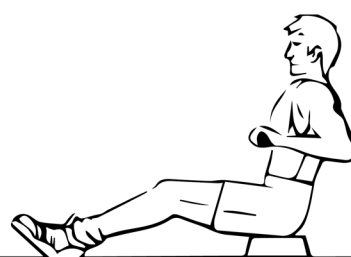

Fig. 3
4. Continuate questo movimento fino a quando non vi piegherete leggermente all'indietro. Portare le braccia ai fianchi (fig. 3).